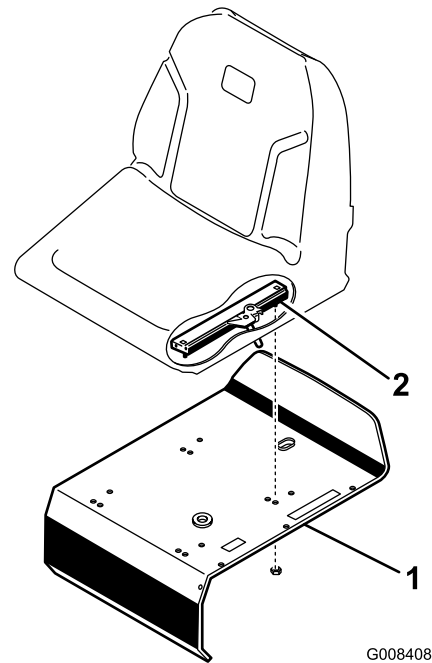

Figure 3
3. Fixez les glissières au support du siège avec les contre-écrous (5/16") (Figure 3) fournis avec les pièces détachées.